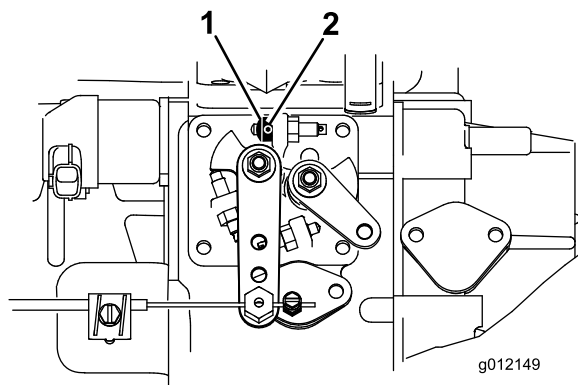

Figura 8
- Afloje el tornillo de fijación del tope del acelerador (Figura 8).
- Deslice el tope del acelerador sobre el tornillo de tope del ralentí alto (Figura 8). El extremo achaflanado del tope del acelerador debe quedar hacia fuera.